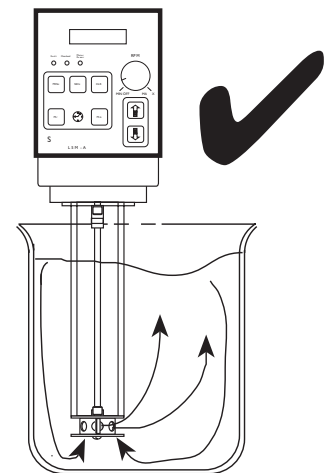

Fig. 9B Techniques de mélange
Le mauvais positionnement de la tête de travail dans le récipient peut altérer la performance du mélangeur, il est recommandé, si possible, de décentrer la tête de travail et la monter de 3 à 4 cm par rapport au fond. Si la tête de travail est centrée, il en résultera un vortex important (voir fig.9B) qui provoquera de l'aération, des éclaboussures ou des débordements des produits peu visqueux. En décentrant la tête de travail (voir fig.9B) le vortex est réduit permettant au mélangeur de tourner à des vitesses plus élevées sans débordement. La tête de travail peut être montée ou abaissée pour provoquer ou réduire le mouvement de surface du liquide selon la viscosité.
**MISE EN GARDE :** DES DEBORDEMENTS PEUVENT EN RESULTER SI LA VITESSE DU MELANGEUR EST AUGMENTEE TROP RAPIDEMENT. VOIR FIG. 9B.